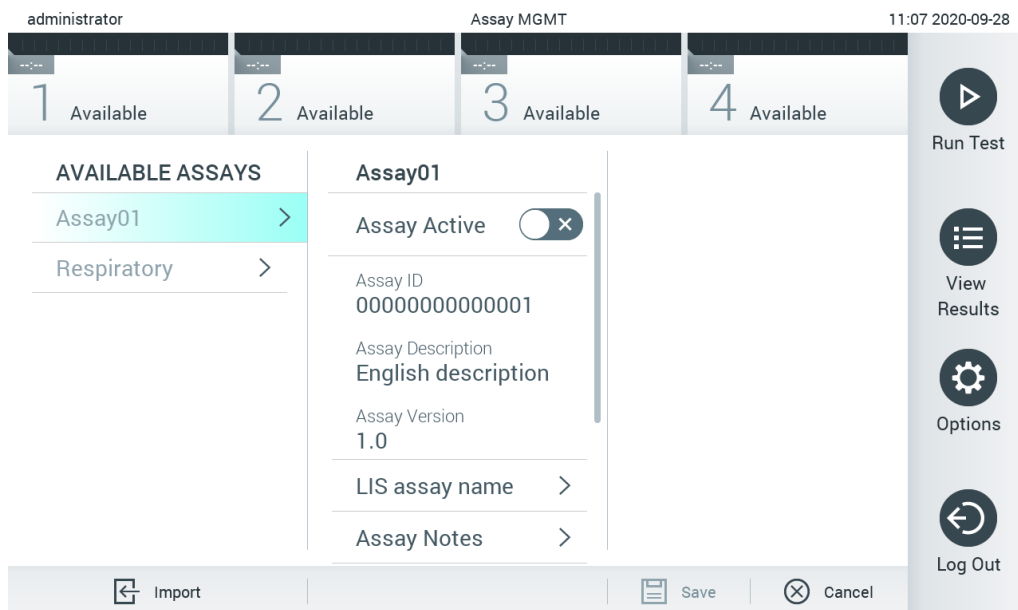

图 67. Assay Management（检测管理）屏幕。
2. 如要将新检测导入 QIAstat-Dx Analyzer 1.0，请按下 Options（选项）按钮，然后按下 Assay Management（检测管理）按钮。显示屏的内容区域会出现 Assay Management（检测管理）屏幕（图 67）。